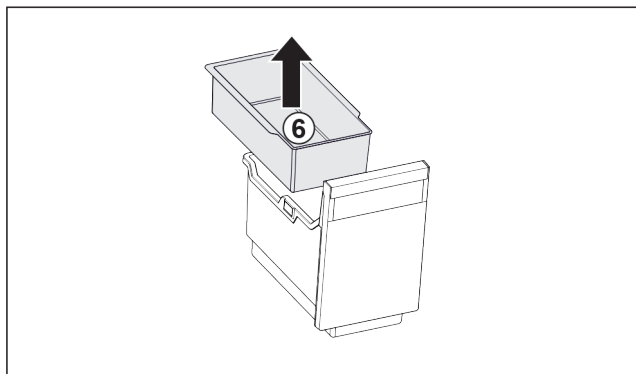

Fig. 124
- ▶ Vyměňte závěsnou misku Fig. 124 (6).